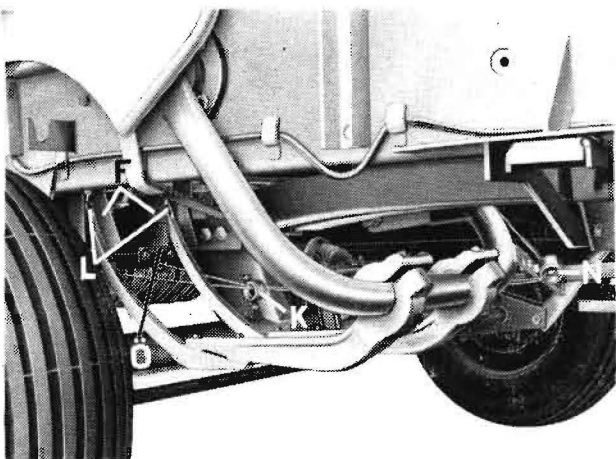

Bild 24
5. beide Fäden durch die Porzellanöse (K) am Achskon- sol (Bild 24)
6. von unten durch die jeweilige Porzellanöse (O) der Nadelführung unter der Nadelspitze (Bild 24)
7. durch das jeweilige Ohr (L) der Nadel und bindet das Fadenende an der Nadelschwinge mitte fest.